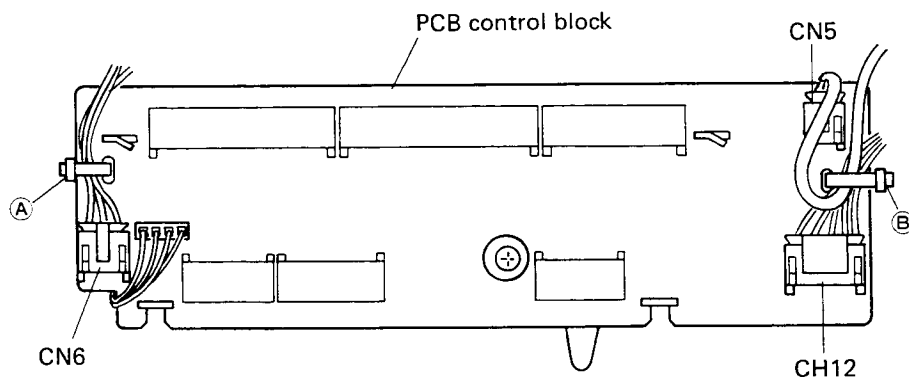

Fig. 2-4
1. Cut wire restraint bands (A) and (B) of the PCB control block (Fig. 2-4) of the loading gear unit, then remove connectors CN5, CN6, and CN12.
1. ローディング・ギア・ユニットのPCB CONTROL BLK (図2-4)の(A), (B)の結束バンドを切り, CN5, CN6, CN12のコネクタを外す。